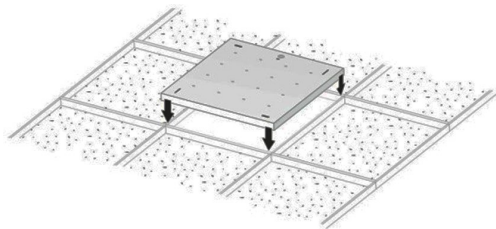

Рисунок 4 — Установка светильника Geniled серии Офис в подвесной потолок.
- 5.3.3. Установите светильник Geniled на монтируемое место (Рисунок 4). Следите за тем, чтобы кабель не оказался зажат между элементами конструкции потолка и светильника. Убедитесь, что светильник надежно закреплен на потолке.